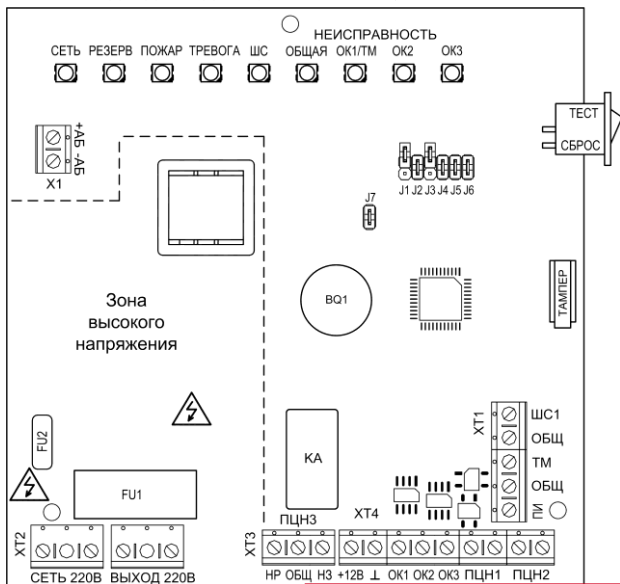

Рис.3 Плата прибора
**ВНИМАНИЕ!** На плате прибора присутствует зона высокого напряжения (см. рис.3). При использовании внешних устройств с рабочим напряжением 220 В контакты «НР», «ОБЩ» и «НЗ» клеммника ХТЗ (ПЦНЗ) и контакты клеммника «Выход 220В», также могут находиться под напряжением 220 В.
На плате (рис.3) расположены следующие элементы: